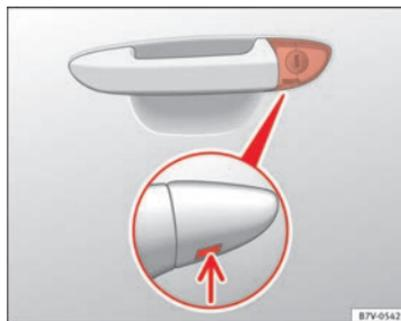

Fig. 55 Poignée de la porte du conducteur : barillet de serrure caché.
- Introduisez le panneton dans l'ouverture du cache de la poignée de la porte du conducteur depuis le bas ⇒ fig. 55 (flèche) et soulevez le cache.